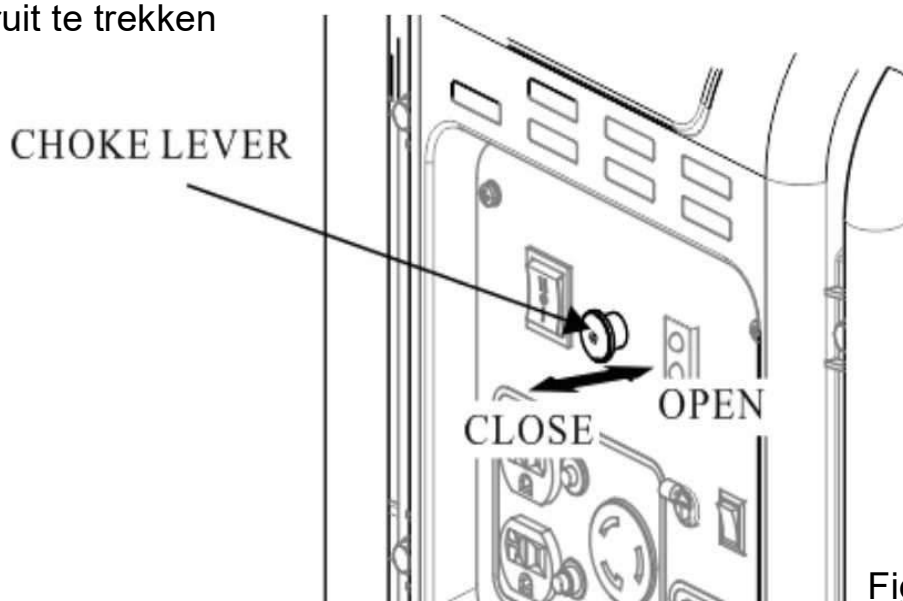

Fig. 16
6. Nadat het starten is voltooid, duwt u de chokehendel terug naar de stand "OPEN" positie. (Zie p.26 afb.16)
1. Zet de chokehendel (p.17 afb.5 (18)) op "CLOSE" voor een koude start, door het uit te trekken (zie p.26 afb.16).
Draai de olievulplug met peilstok nooit in de schroefdraad om het oliepeil af te lezen. (Fig.16)